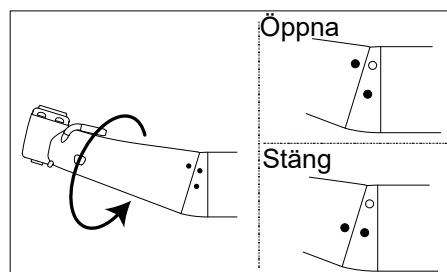

Fig. 11
- 4) Vrid huvudet i riktning mot markeringen ● tills det klickar till. (Fig. 11)
- När du monterar vinkelstycket på motorn, se till att markeringen ● på vinkelstycket är i linje. (Fig. 11) Om vinkelstycket monteras på motorn med markeringen felaktigt justerad kan vinkelstycket inte monteras korrekt på motorn eller så kan huvudet lossna och ramla av.